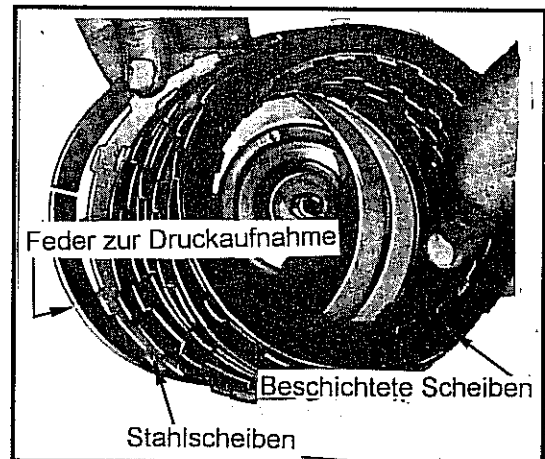

Abb. 10-92 Kupplungsscheiben für Lamellenkupplung Vorwärtsgang
- Beschichtete Scheiben, Stahlscheiben und die Federscheibe aus dem Kupplungsgehäuse für Vorwärtsfahrt entfernen. Siehe Abb. 10-92.
- Den Dichtring innen und außen am Kolben erneuern. Siehe Abb. 10-92.